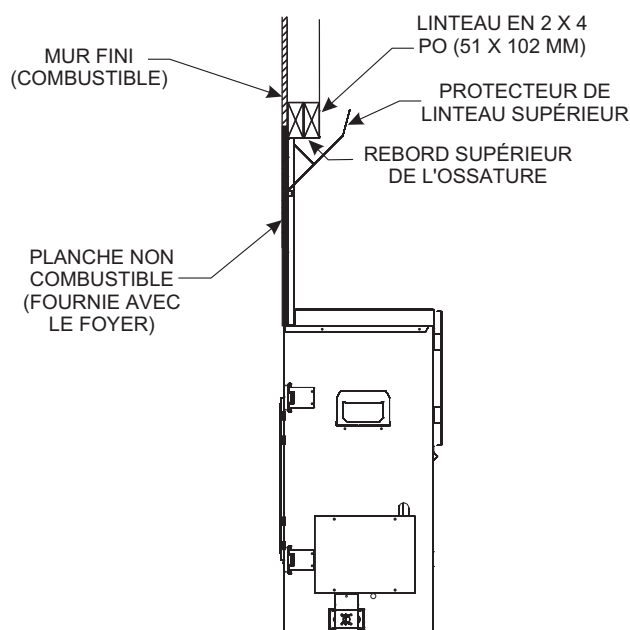

Figure 33
- Planche non combustible installée affleurante à la façade (ferrures d'ossature en retrait de 1/2 po (13 mm)). **Voir Figure 33.**
- Les **Figures 33 et 34** montrent les deux options de finition.